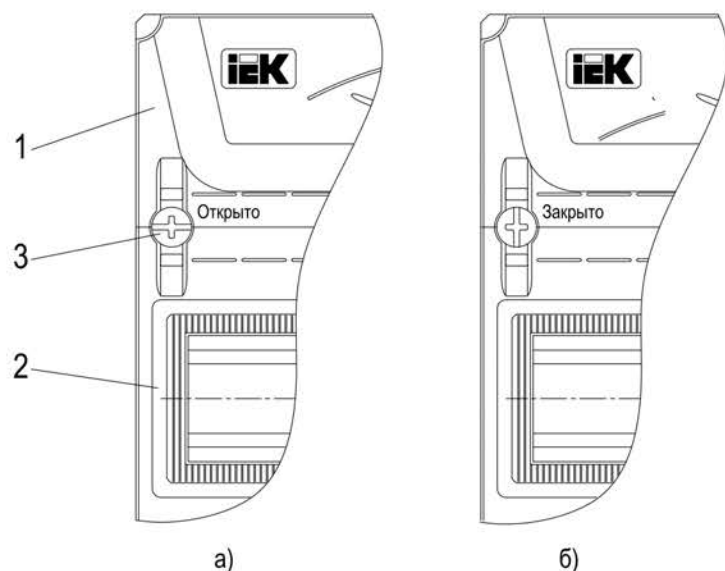

Рисунок 2 – Оперативная панель
6.2 Открыть дверь корпуса и посредством отвёртки повернуть крепёжные клипсы на оперативной панели на угол 90° (штифт на головке клипсы должен встать параллельно DIN-рейке), при этом панель отщелкнется со стоек и её можно снять (рисунок 2а). Торцевым гаечным ключом на 10 мм открутить гайки и демонтировать из оболочки монтажную раму.
6.6 Установить оперативную панель. Для этого повернуть крепёжные клипсы таким образом, чтобы штифт на головке встал перпендикулярно DIN-рейке и надавить на них, при этом панель защелкнется в стойке (рисунок 2б).